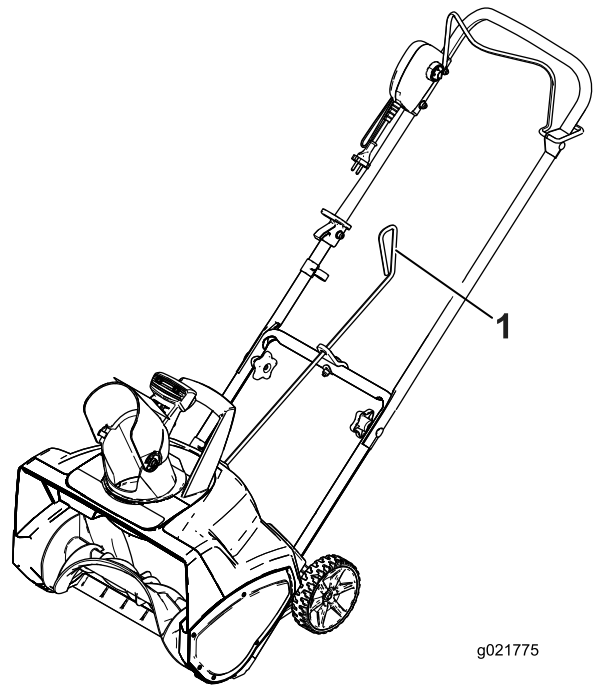
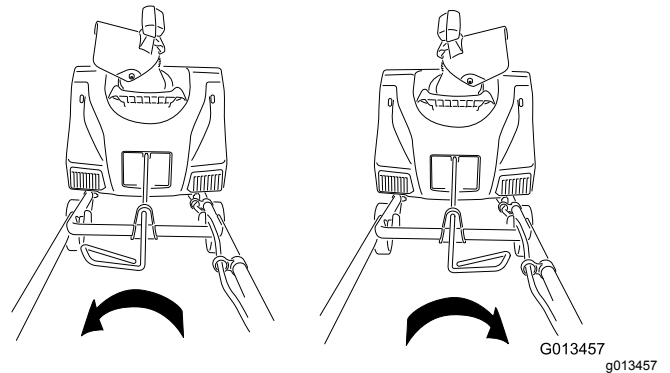

Figure 6
Figure 7
4. Vérifiez que la poignée de la tige d'orientation de la goulotte est dirigée vers le haut (Figure 6) et insérez la tige dans le trou de clavette au dos du carter.
6. Bougez la poignée de la tige d'orientation pour vérifier qu'elle bouge dans la même direction que la goulotte (Figure 7).
Pour régler la goulotte, déplacez la poignée de la tige d'orientation dans la direction d'éjection de la neige recherchée (Figure 6 et Figure 7).